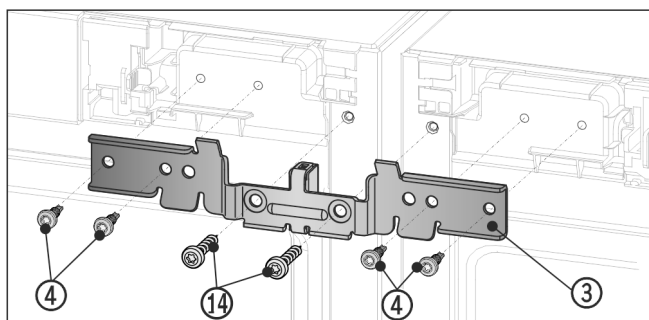

Fig. 12
- ▶ Hoekstuk Fig. 12 (3) met het afstandsstuk tussen de apparaten en op het tapeinde schuiven. Het hoekstuk met de vier schroeven Fig. 12 (4) en de eerder uitgeschroefde aardingsschroeven Fig. 12 (14) er afwisselend rechts en links inschroeven.